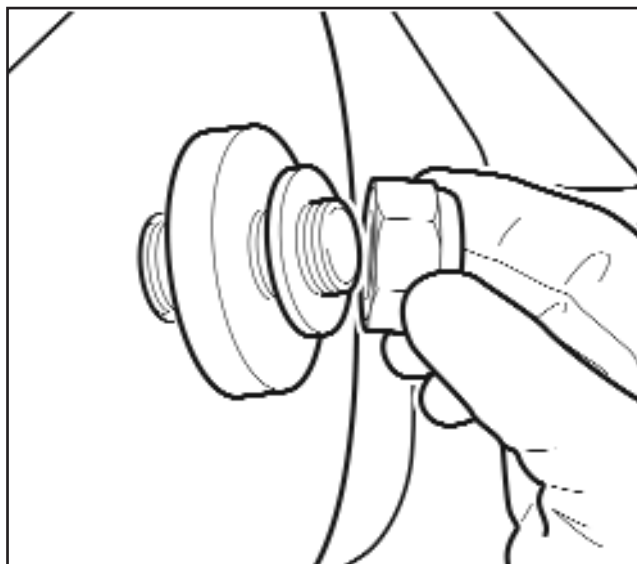

Fig 3.20
7. Retirer les axes de pivot et les bossages d'alignement du support de palier pendant (figures 3.20).